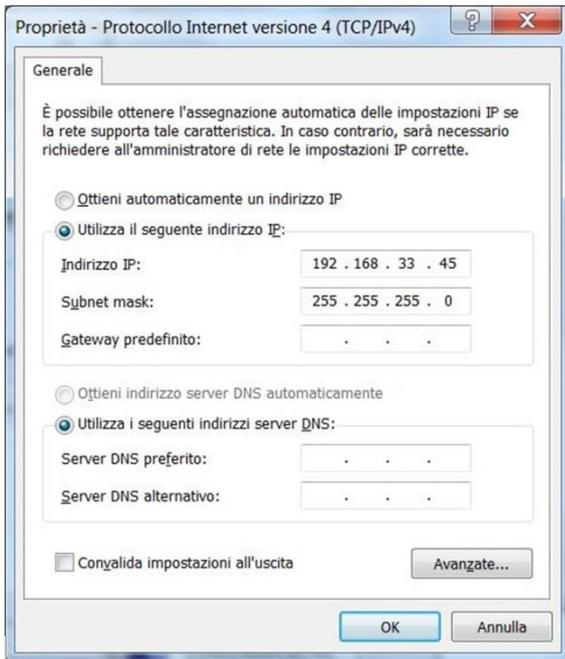

Figura 34 – Windows: Indirizzo TCP/IP connessione scheda di rete
4. Inserire l'indirizzo IP e la maschera di sottorete di seguito riportati nella maschera di configurazione di Figura 34, quindi confermare e chiudere le schermate.